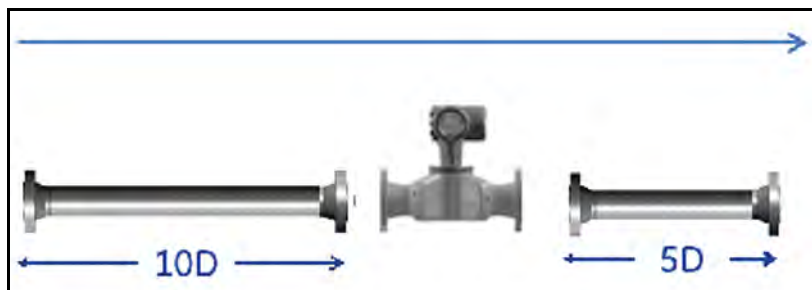

Figura 6: Dirección del flujo
- Sitúe el cuerpo del medidor de forma que haya al menos 10 diámetros de tubo recto aguas arriba sin perturbaciones y 5 diámetros de tubo recto aguas abajo sin perturbaciones desde el punto de medición (consulte la *Figura 6*). Flujo sin perturbaciones significa evitar las fuentes de turbulencias en los líquidos tales como válvulas, bridas, expansiones y codos; evitando remolinos y cavitación.